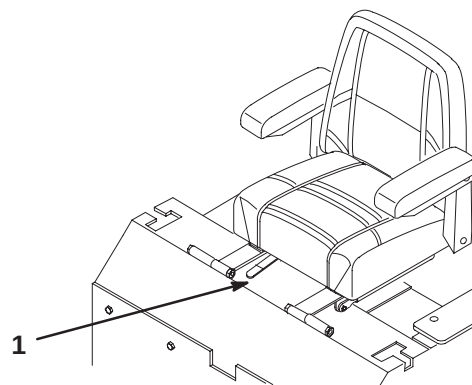

Figure 27
1. Poussez le levier de réglage sur le côté pour débloquent le siège (Fig. 27).